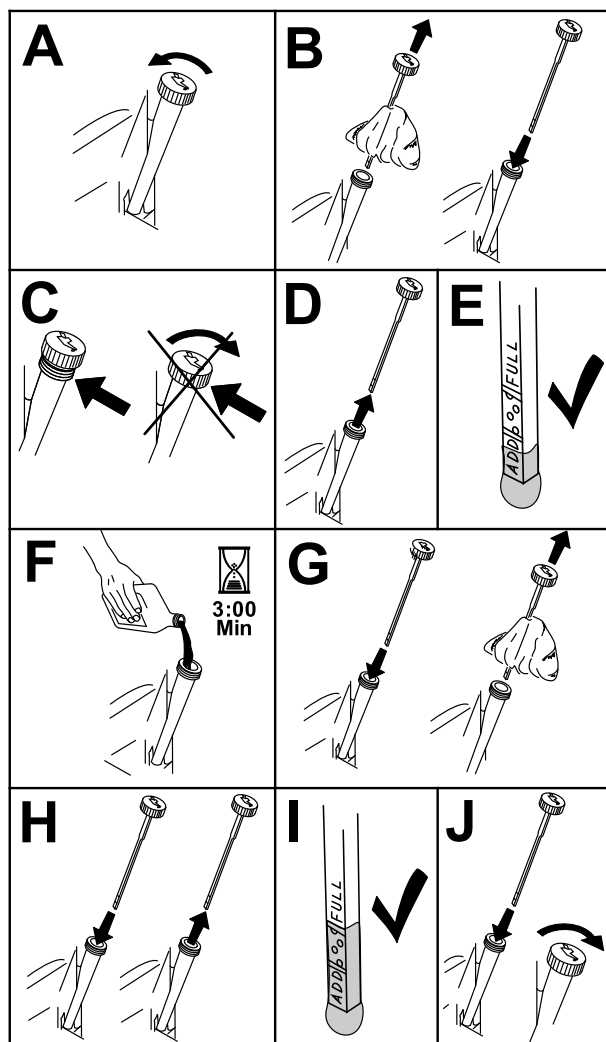

Figura 54
2. Prima di scendere dalla postazione di guida spegnere il motore, togliere la chiave di accensione e attendere che si fermino tutte le parti in movimento (Figura 54).